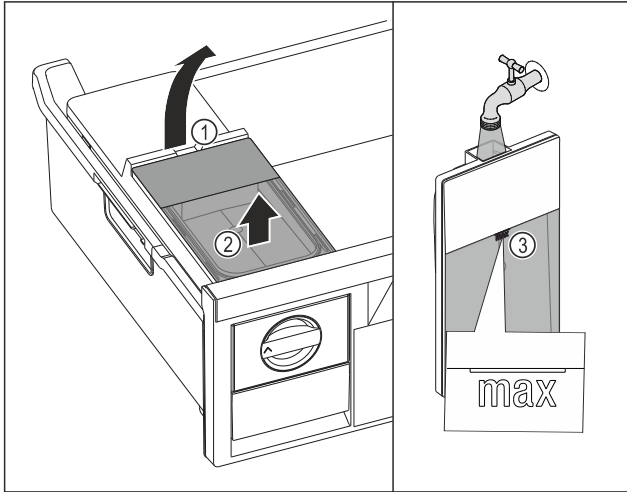

Fig. 124
- Sollevare il serbatoio dell'acqua dalla cavità Fig. 124 (1).
- Rimuovere il serbatoio dell'acqua estraendolo verso l'alto. Fig. 124 (2)
- Riempire il serbatoio dell'acqua con acqua potabile fino al contrassegno Fig. 124 (3).